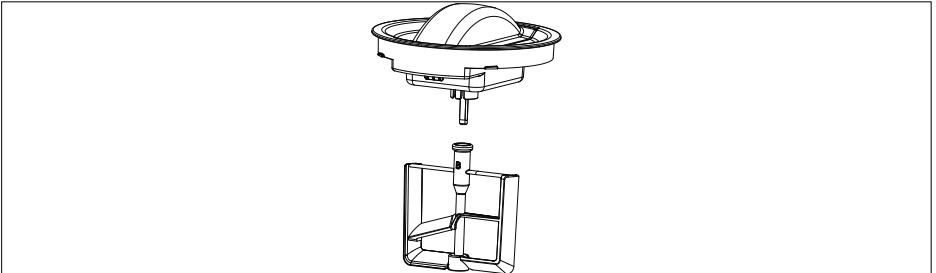

Fig. 6
- ▶ Montez le bras mélangeur sur l'arbre d'entraînement du bloc-moteur (voir fig. 6).